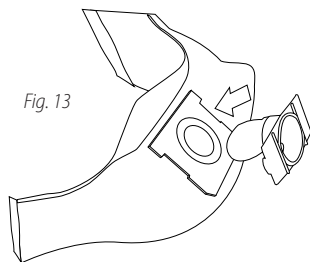

Fig. 13
21. Alors que l'ouverture du couvercle du réservoir fait face à la gauche ou à la droite du sac filtrant **17**, faites glisser le col du sac filtrant **17** sur les encoches du déflecteur correspondant aux encoches du col du sac sur le déflecteur d'admission. Le sac ne s'adaptera correctement que dans un sens. **Fig. 13.**